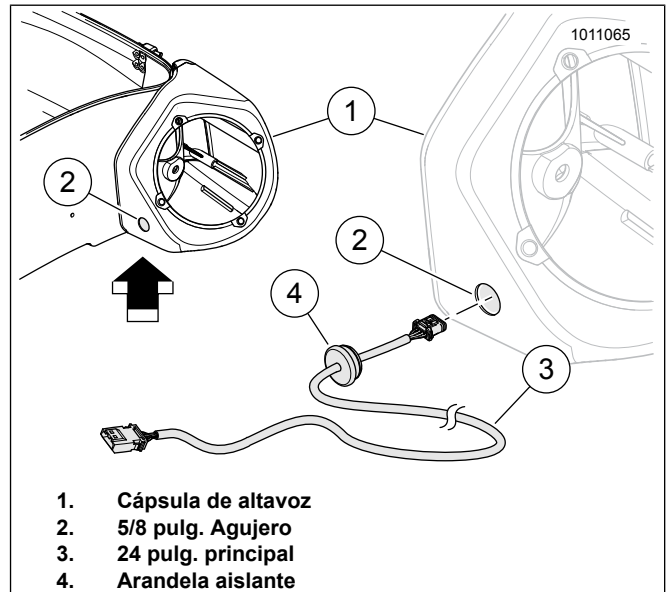

Figura 22. Cápsula de altavoz izquierdo
12. Consulte la Figura 22. Quite la arandela aislante existente de la cápsula de altavoz (1) e inserte el nuevo arnés (3) dentro de la arandela aislante (4) existente con el arnés.
13. Inserte el extremo macho del arnés (3) con la arandela aislante. Presione la arandela aislante (4) dentro del agujero iniciando primero un borde ahusado de esta hacia el agujero. Correctamente instalado, el exterior de la arandela aislante debe asentarse contra el exterior de la cápsula de altavoz. Presione alrededor del perímetro de la arandela aislante para asentarla en su lugar.